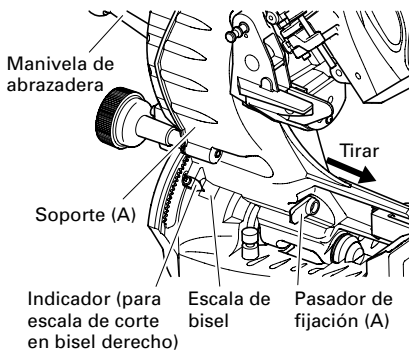

Fig. 30
- (1) Afloje la manivela de abrazadera e incline la hoja de sierra hacia la izquierda o la derecha. Cuando incline la cabeza del motor hacia la derecha tire del pasador de fijación hacia la parte posterior. La palanca de fijación (A) adopta el sistema de enganche. Cuando el banco de trabajo entra en contacto con el cuerpo principal, tire de la palanca de fijación en la dirección de la flecha tal como se observa en la Fig. 30, y cambie la dirección de la palanca de fijación.
- (2) Ajuste el ángulo de inclinación hasta el valor deseado observando la escala de ángulos de bisel y el indicador, y después asegure la manivela de la abrazadera.
- (3) Siga los procedimientos indicados en los párrafos 4, 5 y 6 anteriores. Con respecto a las dimensiones máximas para biselado, consulte "ESPECIFICACIONES" de la página 95.